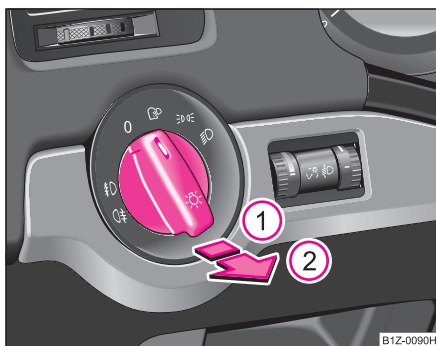

Fig. 43 Cuadro de interruptores: Conmutador de luces
- Gire en primer lugar el conmutador de luces ⇒ fig. 43 a la posición ☼ o ☼.
- A continuación, extraer el conmutador de luces hasta la **primera** muesca ①.
- Extraiga el conmutador de luces hasta la **segunda** muesca ②.